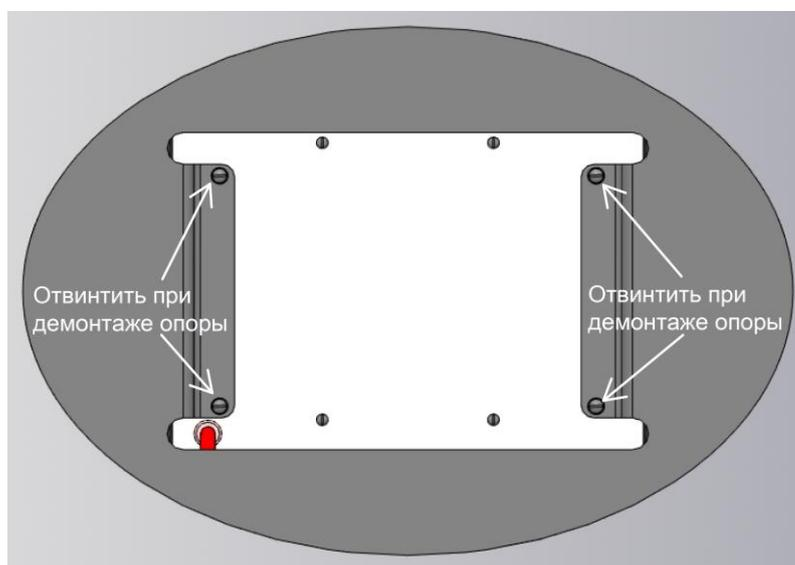

Рисунок 1 Демонтаж опоры
8.1.1.2 Допускается монтаж рециркулятора на вертикальную поверхность (стену) при условии соблюдения надежности крепления и обеспечения условий безопасного применения. При монтаже на стене опору (4) отсоединить, отвернув четыре винта (см. рисунок 1).